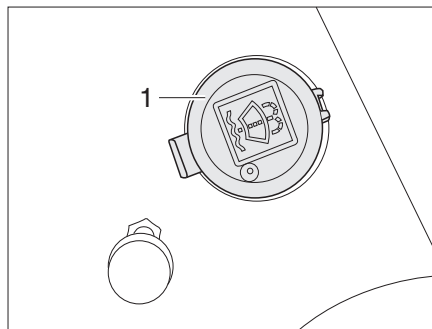

Fig. 25 Tubo de llenado depósito de agua para lavar
- Quitar la tapa (Fig. 25,1) del tubo de llenado del depósito de agua para lavar.